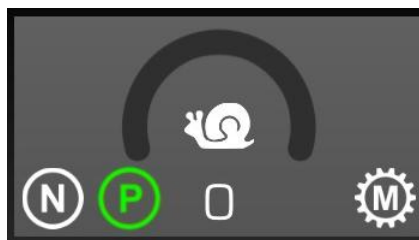

Рисунок 3.89. Индикаторы на дисплее
- ▷ Включена нейтральная передача, активирован автоматический стояночный тормоз, см. рис. 3.89.
При одновременном включении кнопок 4 и 5 (рис. 3.89) приоритет всегда будет за управлением БСУ.